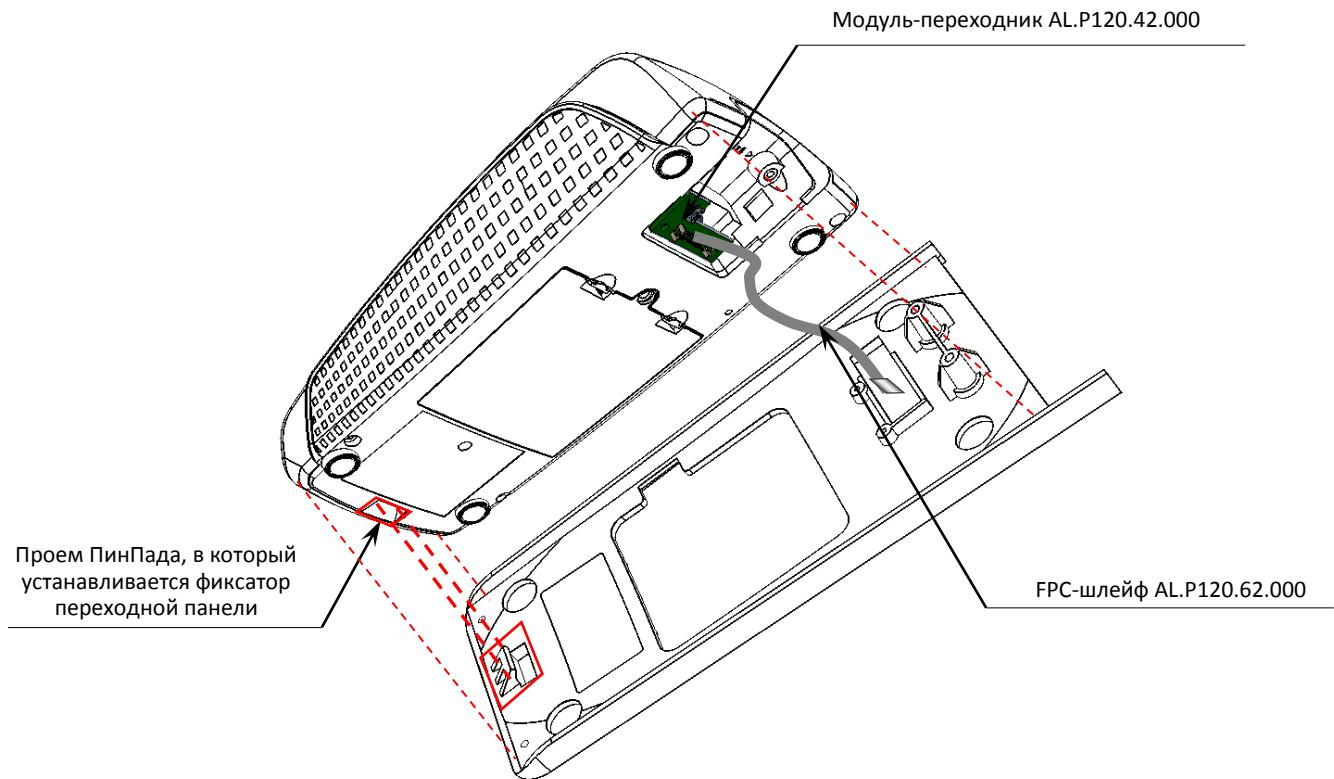

Рисунок 14. Отделение переходной панели AL.P120.01.002 от ПинПада
- Аккуратно совместить ПинПад с переходной панелью, при этом фиксатор переходной панели должен быть установлены в проем ПинПада – ПинПад должен быть плотно совмещаться с переходной панелью (см. рисунок 14).